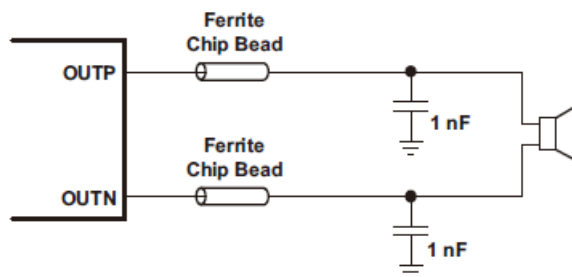

Figure 8. Typical Ferrite Chip Bead Filter (Chip Bead Example: NFZ2MSM series from Murata)
- 输出滤波器：铁氧体 EMI 滤波器(Figure 8)应尽可能靠近输出引脚放置，以获得最佳 EMI 性能。铁氧体中使用的电容器应接地至电源地。